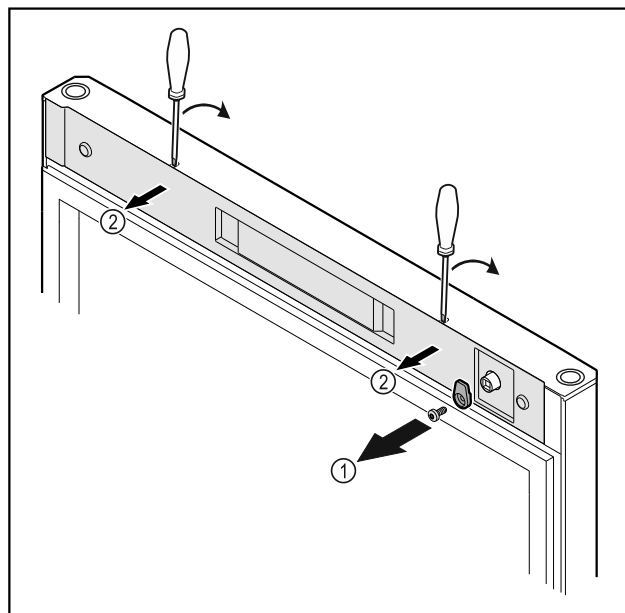

Fig. 12 *
- Dévisser le crochet de fermeture Fig. 12 (1).*
- Décrocher le cache Fig. 12 (2) avec un petit tournevis et le retirer.*